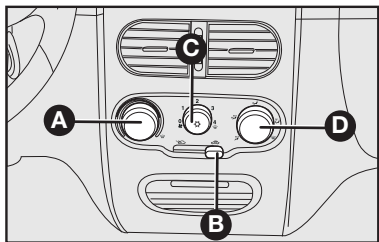

fig. 59
COMANDOS – fig. 59
1) Seletor para a temperatura do ar **A-fig. 59** totalmente posicionado à esquerda.
2) Seletor do ventilador **C-fig. 59** posicionado na velocidade máxima.
3) Seletor de distribuição do ar **D-fig. 59** apontado para ; controlar para que todas as saídas de ar estejam totalmente abertas.
4) Ligar o ar-condicionado apertando o seletor **C-fig. 59**.
çamento e ativar o condicionador, apertando o seletor **C**—fig. 59.
- 1) Condicionador de ar ligado: seletor **C**—fig. 59.
- 5) Recirculação do ar: desligada. Botão **B**—fig. 59.